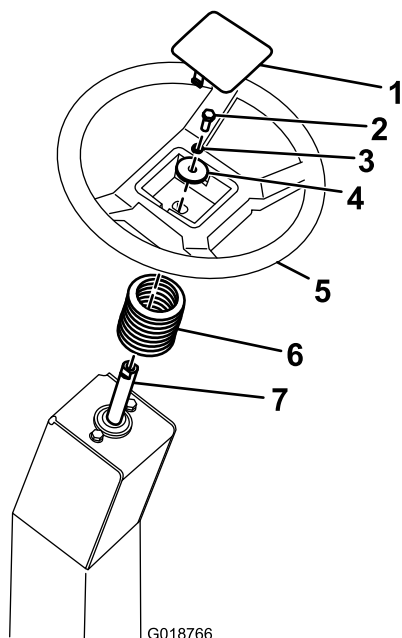

Bild 5
1. Schieben Sie die Lenkwellenabdeckung auf die Lenkwelle (Bild 5).